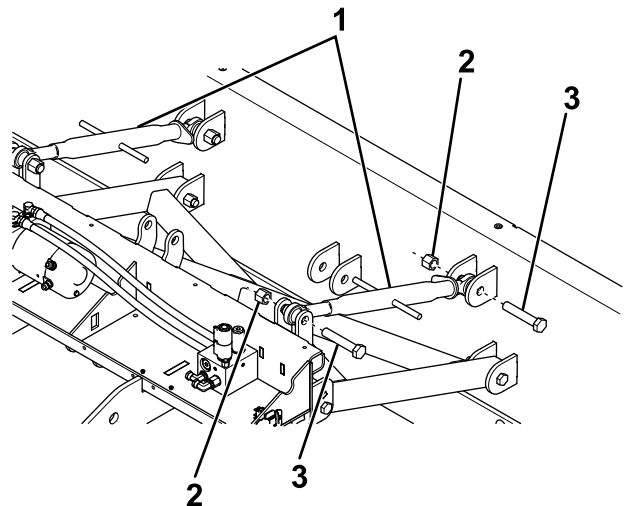

Bild 6
3. Befestigen Sie die Oberlenker mit zwei Schrauben (3/4" x 4") und Sicherungsmuttern lose an den oberen Halterungen am mittleren Schneeschild, wie in Bild 6 dargestellt.
4. Befestigen Sie die Oberlenker mit zwei Schrauben (3/4" x 4") und Sicherungsmuttern lose an den oberen Halterungen der Kupplungsbaugruppe (Bild 6).